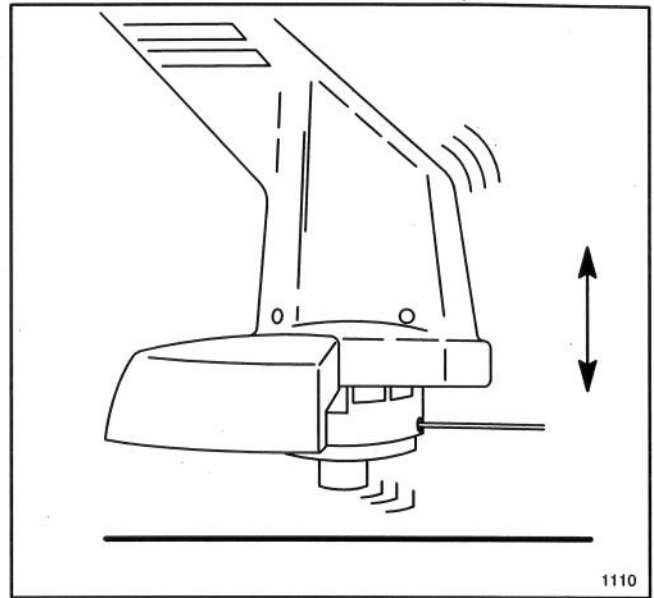

Figure 18
1. Pour avancer le fil, taper la bobine d'un coup sec sur le sol tandis que le moteur continue de tourner. Le fil sera avancé par la bobine et coupé à une taille appropriée par la lame de coupe attachée au pare-herbe. (Fig. 18).